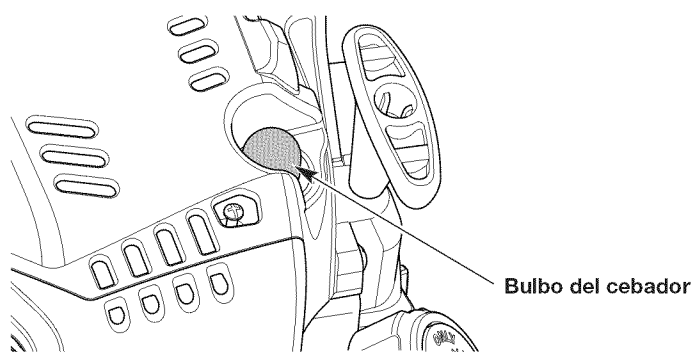

Fig. 10
3. Presione y luego suelte el bulbo del cebador lentamente **10 veces** (Fig. 10).